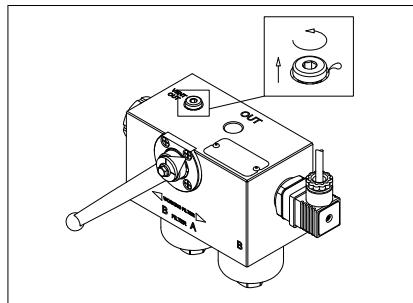

fig. 27
- (Fig. 27) Far fuoriuscire l'aria dall'impianto attraverso il tappo "Vent OUT" allentato di un giro al massimo, finché il fluido di lavoro non inizia a trafiltrare